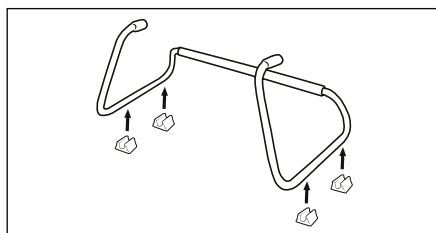

Fig. 1
- ◆ Fissare i quattro piedini di sostegno ❷ al supporto ❶ (vedere fig. 1).